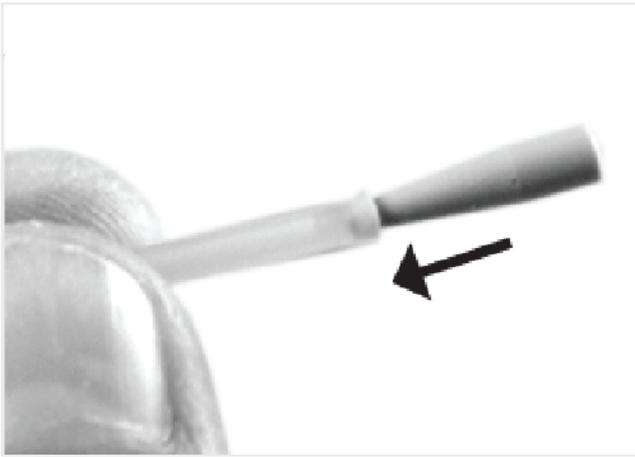
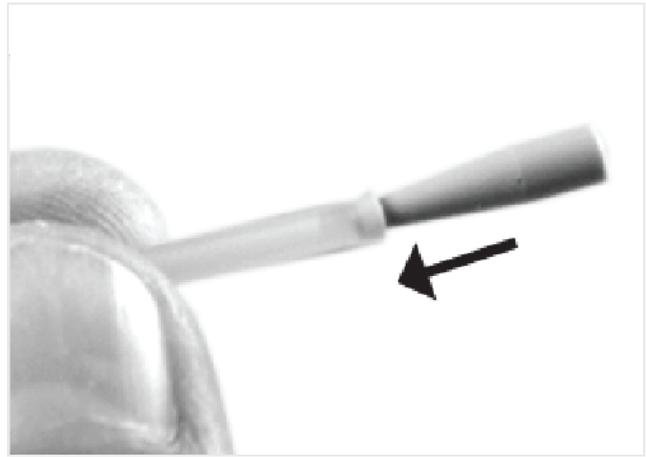

図. 6
図. 7
1. 付属の円錐ピースは、冷却チューブをユニット・チューブに接続するために使用できます (図6 および図7)。